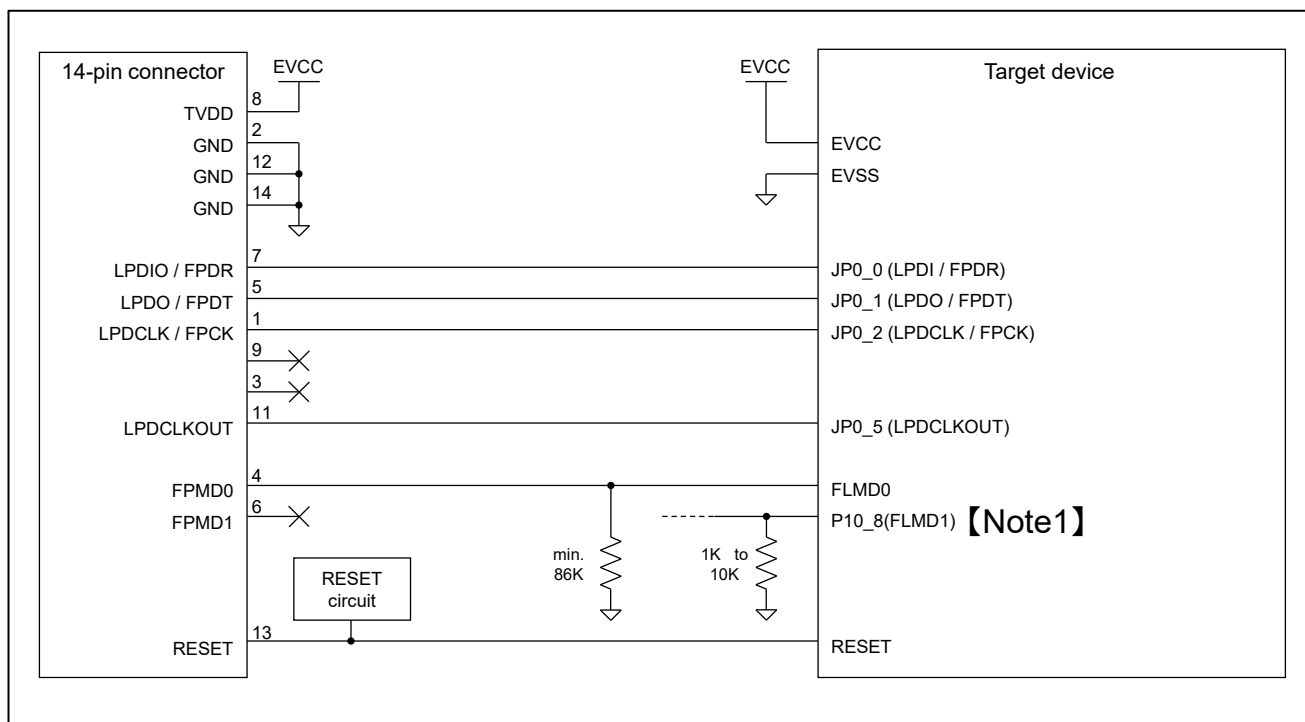

図 2-4 接続例
デバッグ（LPD4pin）とプログラミング（1wireUART または 2wireUART）の両方	図 2-4
- **【Note2】** JP0_0のプルアップ処理は、LPD1pinを使用する際にのみ必要です。LPD1pinを使用する予定がない場合は、図 2-4に従ってください。
(3) デバッグ (LPD1pin) とプログラミング (1wireUART) の両方が可能な接続方法